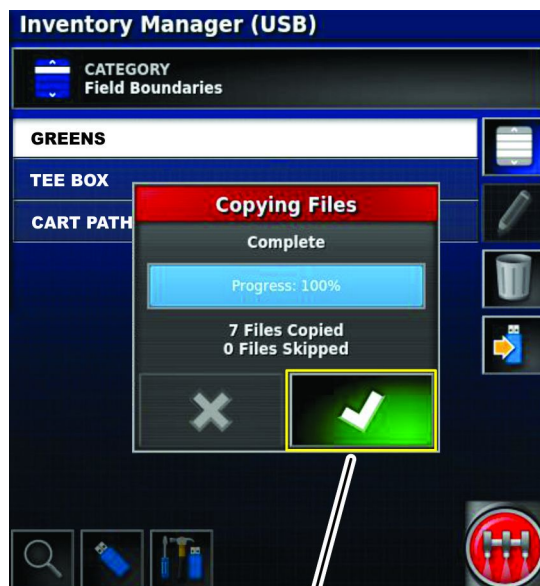

Рисунок 106
- В диалоговом окне экспорта файлов нажмите на значок подтверждения (Рисунок 106).